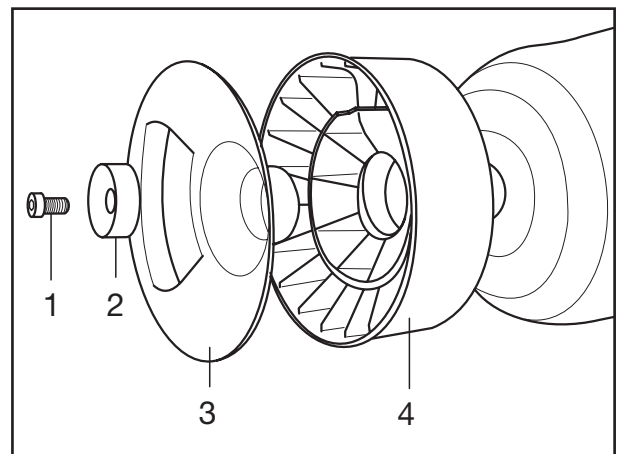

Fig. 13
- [3] Schraube mit Innensechskant (Fig. 13/1) bzw. Gewindehülse herauserschrauben und mit Formteil (Fig. 13/2) aus der Federglocke nehmen.
- [4] Federglocke (Fig. 13/4) mit Formblech (Fig. 13/3) abnehmen.
- [3] Unscrew and remove the bolt with internal hexagon socket (Fig. 13/1) or threaded sleeve and remove it from the piston along with the shaped part (Fig. 13/2).
- [4] Remove the piston (Fig. 13/4) along with the shaped plate (Fig. 13/3).
- [3] Dévisser la vis à tête hexagonale pans creux (Fig. 13/1) ou la douille filetée et la retirer du piston de ressort avec la pièce profilée (Fig. 13/2).
- [4] Déposer le piston de ressort (Fig. 13/4) avec la tôle de raccordement (Fig. 13/3).